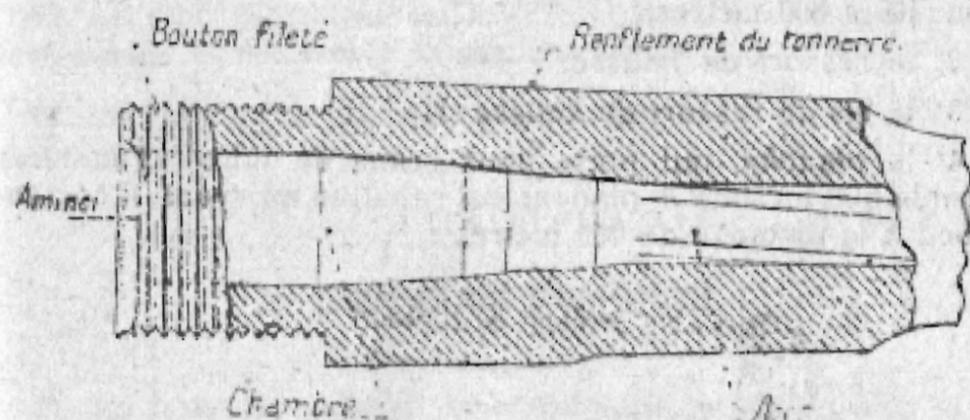

Fig. 1. — Canon. (Partie postérieure.)
65. Intérieur (fig. 1); l'âme, du calibre de 8 millimètres (1),
66. Extérieur (fig. 1 et 2) : la tranche de la bouche; le petit tenon d'épée-balonnelle et l'embase du guidon, tous les